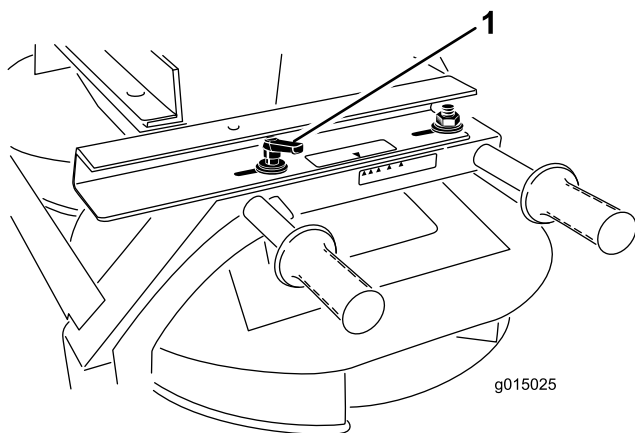

Figura 44
1. Desaperte a pega em cada lado do rotor duplo (Figura 44).